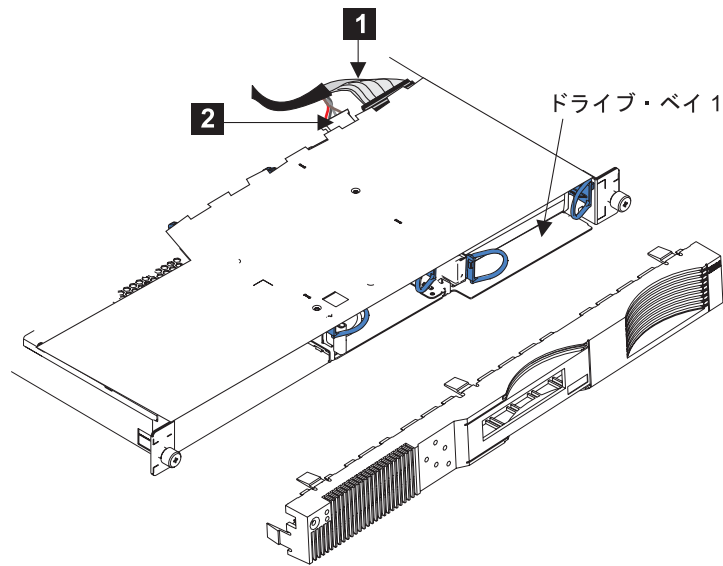

図 167. SAN ボリューム・コントローラー 2145-4F2 ディスク・ドライブの交換
4. SCSI シグナル・コネクタ **1** と電源コネクタ **2** を、図 167に示すように、ディスク・ドライブの背面に接続します。